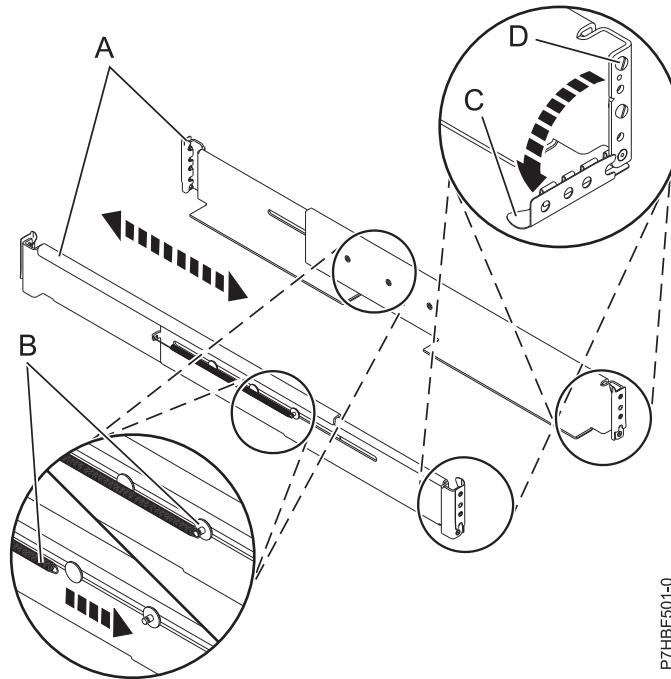

Figure 4. Installation des glissières
3. Faites pivoter vers le bas les fixations avant et arrière (C) sur les glissières de gauche et de droite, comme illustré dans la figure 4, à la page 7.
4. Sur chaque glissière, retirez la bande autocollante qui fixe le ressort **(B)** à la glissière. Enroulez l'extrémité du ressort autour de la vis de butée sur la glissière, comme illustré dans la figure 4.